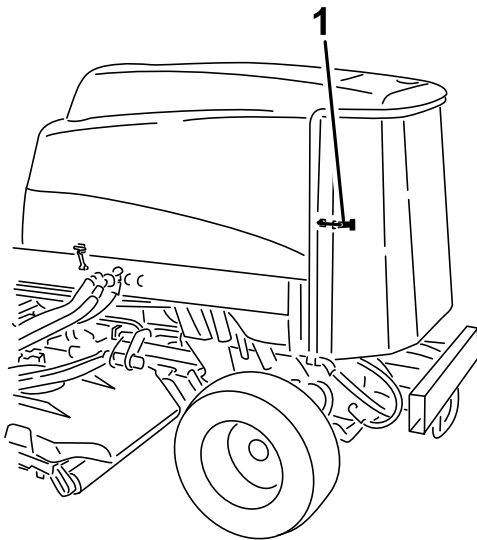

Figura 117
3. Desenganche y abra la rejilla trasera (Figura 117).